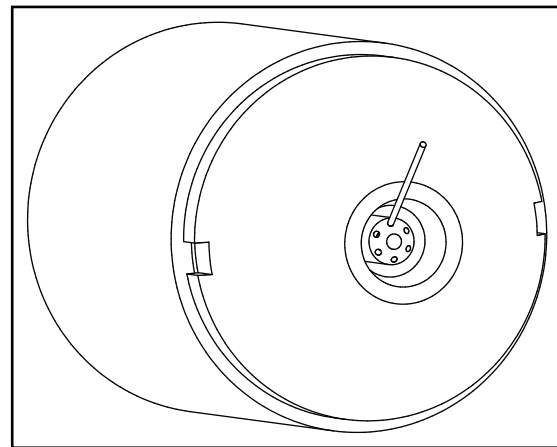

Abbildung 5.3. Einstellung der Öldüsenposition
7. Lage der Öllöcher im Verhältnis zum Nasenkonus durch Einführen eines Spezialbohrers (siehe Tabelle 5.1) in die Öllöcher überprüfen. Siehe Abbildung 5.3. Die Seiten des Bohrers müssen die Kante des Nasenkonus leicht berühren. Wenn das Einführen des Bohrers in die Öllöcher schwierig ist, gibt es zwei mögliche Ursachen: